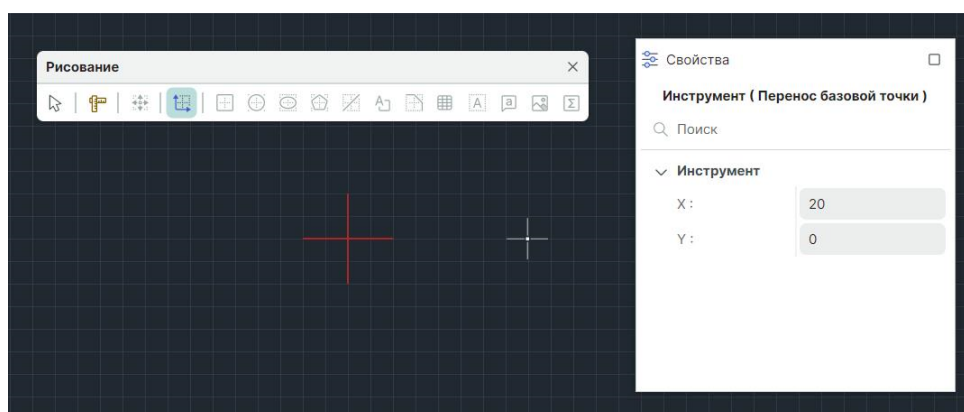

Рис. 214 Вид курсора при работе инструмента «Переместить начало координат»
1. Вызовите инструмент «Переместить начало координат», который доступен на панели «Рисование». Курсор поменяет вид, см. Рис. 214. В панели «Свойства» в динамическом режиме будут отображаться текущие координаты курсора.